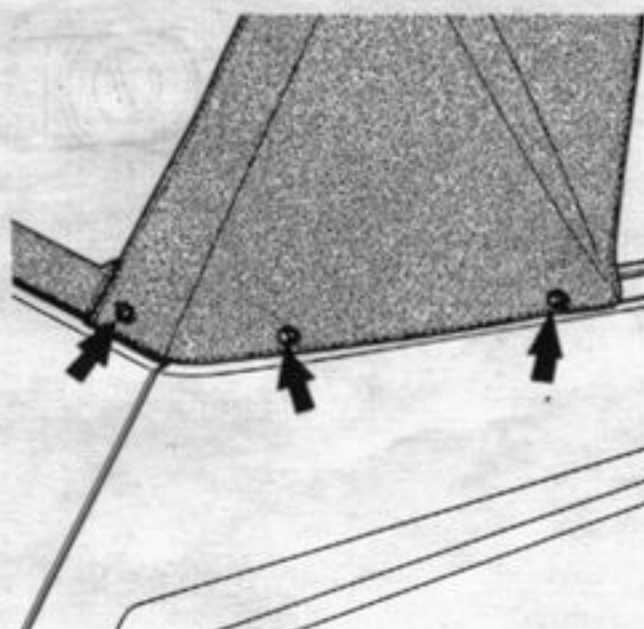

Figure 4
- . Déposer les vis de maintien des parties latérales AR de capote, (figure 4)
- Fixer les parties latérales AR de capote, (figure 4)